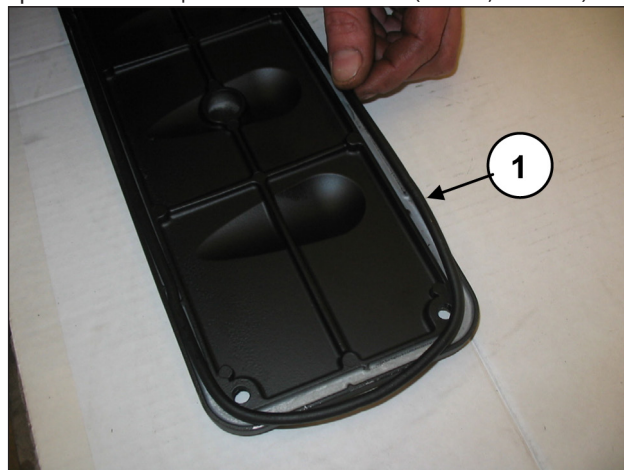
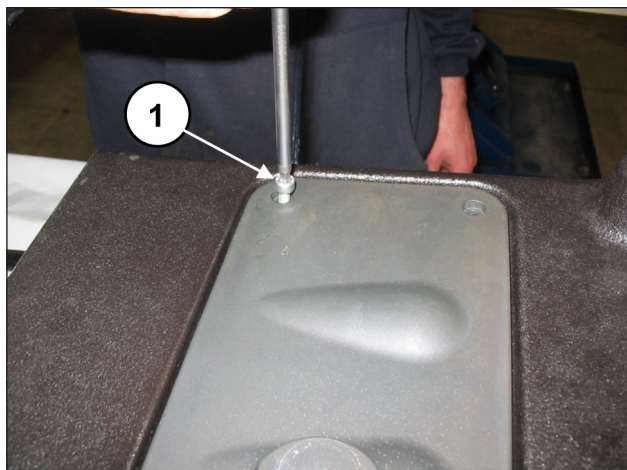

Рис. 102
Рис. 103
На обе смотровые крышки наденьте уплотнительное кольцо круглого сечения (поз. ①, Рис. 102) и установите крышки с помощью 4+4 винтов М6х14 (поз. ①, Рис. 103).